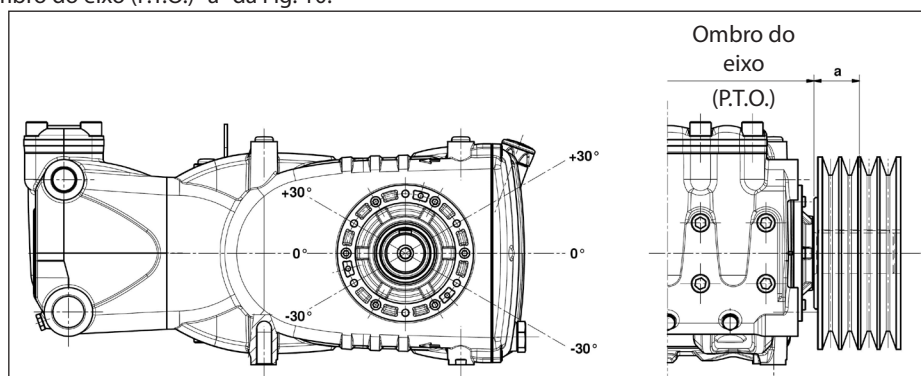

Fig. 10
≥ 250 mm. A carga radial sobre o eixo não deve ser superior a 7500 N (valor necessário para a definição do layout). A transmissão é considerada adequada, se tal carga é aplicada a uma distância máxima de $a=40$ mm do ombro do eixo (P.T.O) conforme indicado na Fig. 10.
- b) Use correias de alto rendimento - por exemplo **XPB** ao invés de **SPB** - pois resultará necessário uma quantidade inferior de correias com a mesma potência transmitida e uma consequente distância inferior do resultante em relação ao ombro do eixo (P.T.O.) "a" da Fig. 10.